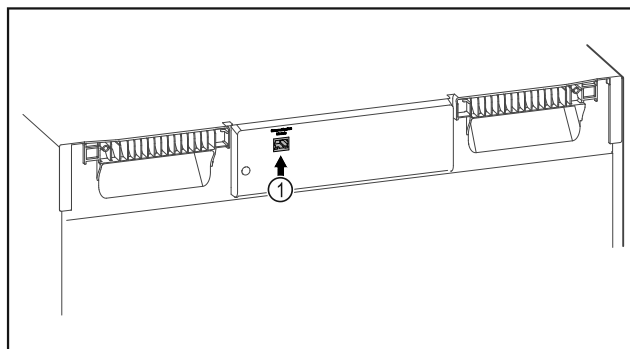

Fig. 127
- SmartModule Fig. 127 (1) è inserito.